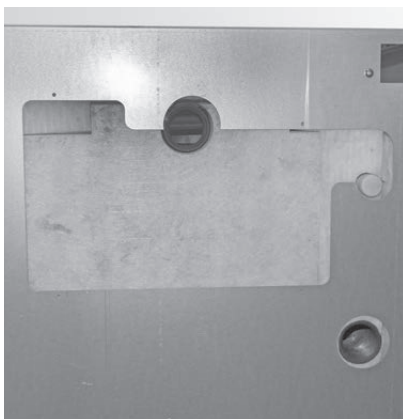
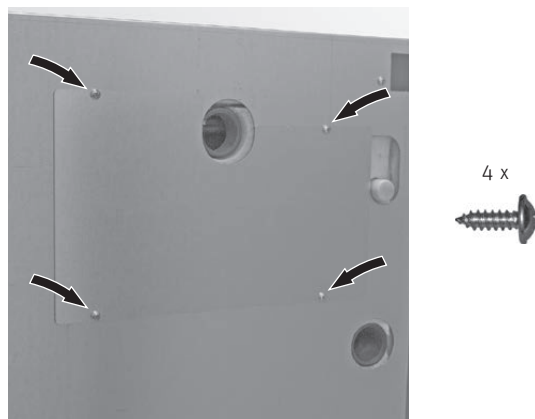

Fig. 64 Isolierung einlegen
Fig. 65 Abdeckung bei Reinigungsgestänge montieren
► Bei Reinigungsgestänge Isolierung einlegen (Fig. 64) und Abdeckung mit 4 Blechschrauben montieren – Fig. 65.